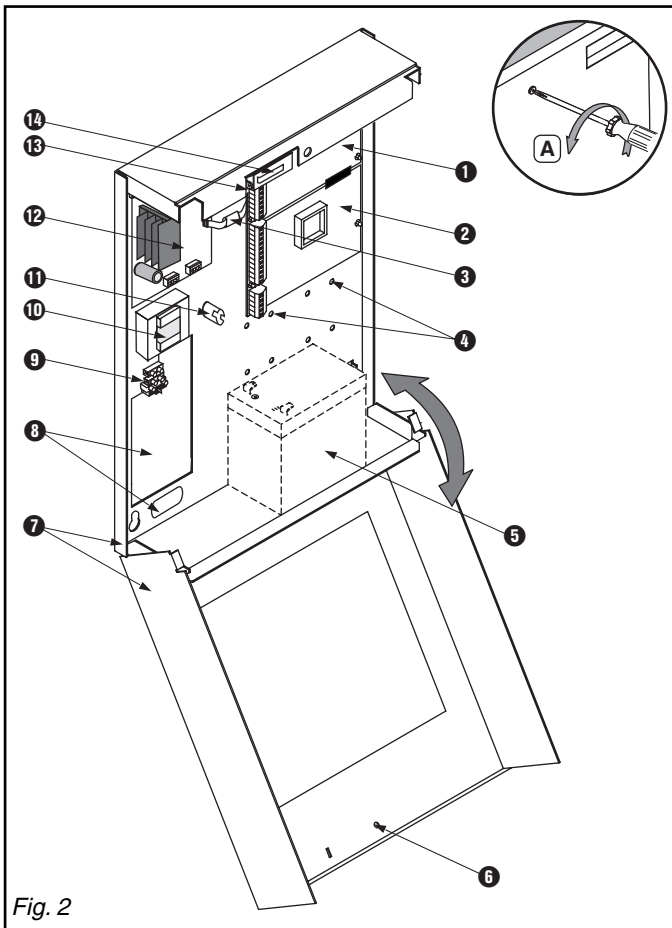

Fig. 2
3.1 Ouverture du boîtier (fig. 2)
- Dévisser la vis du couvercle (A).
3.2 Composants du produit (fig. 2)
- ❶ Carte transmetteur (option).
- ❷ Carte mère SM 220.
- ❸ Liaison entre la SM 220 et la SMP 14.
- ❹ Trous de fixation non utilisés.
- ❺ Emplacement de la batterie 12 V/17 Ah max.
- ❻ Vis du couvercle.
- ❼ Boîtier.
- ❽ Entrées de câble.
- ❾ Raccordement secteur protégé par fusible F7.
- ❿ Transformateur SMU 22.